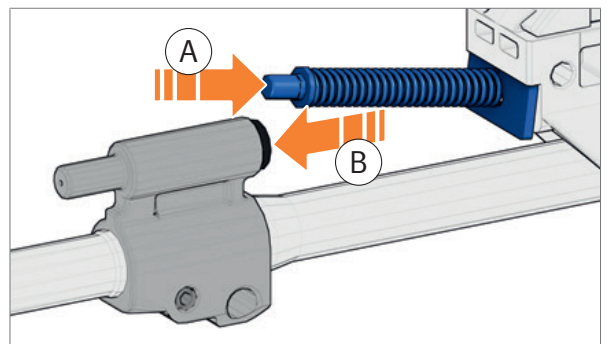

Abb. 130: Antriebsstange einsetzen
2. Antriebsstange in Montageposition in das Gehäuse einsetzen (Abb. 130).
3. Antriebsstange gegen die Federkraft nach hinten drücken und in den Gaskolben einführen (Abb. 130).